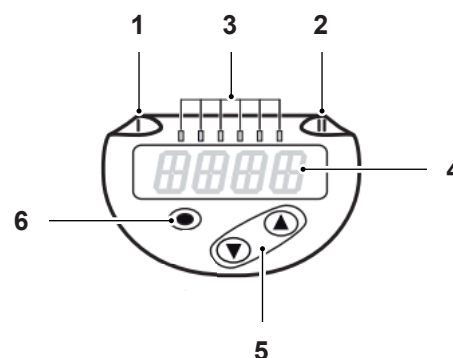

Fig. 6
1. Premere il pulsante del cerchio (#6 nella Fig. 6). Sul display appare ora la scritta "INI".
4. Tenendo premuto il pulsante di discesa (il pulsante sinistro dei due pulsanti, #5 nella Fig.6), il display inizierà a scorrere le diverse modalità. Rilasciare il pulsante giù quando il display visualizza "LIQU".
1. Premere il pulsante cerchio (#6 nella Fig. 6). Sul display appare ora la scritta "INI".
3. Premete il pulsante di discesa (il pulsante sinistro dei due pulsanti, #5 nella Fig.6) e continuate a premerlo finché il display non visualizza "diA".